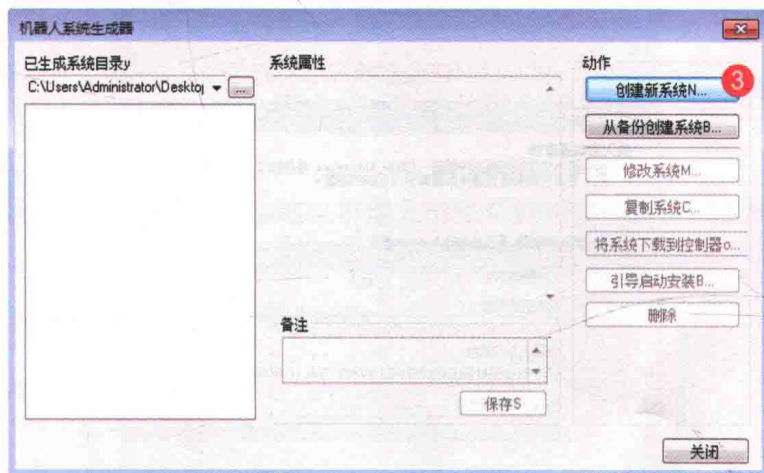

图 1-9 创建新系统
- ③在弹出对话框中选择“创建新系统”,如图 1-9 所示。